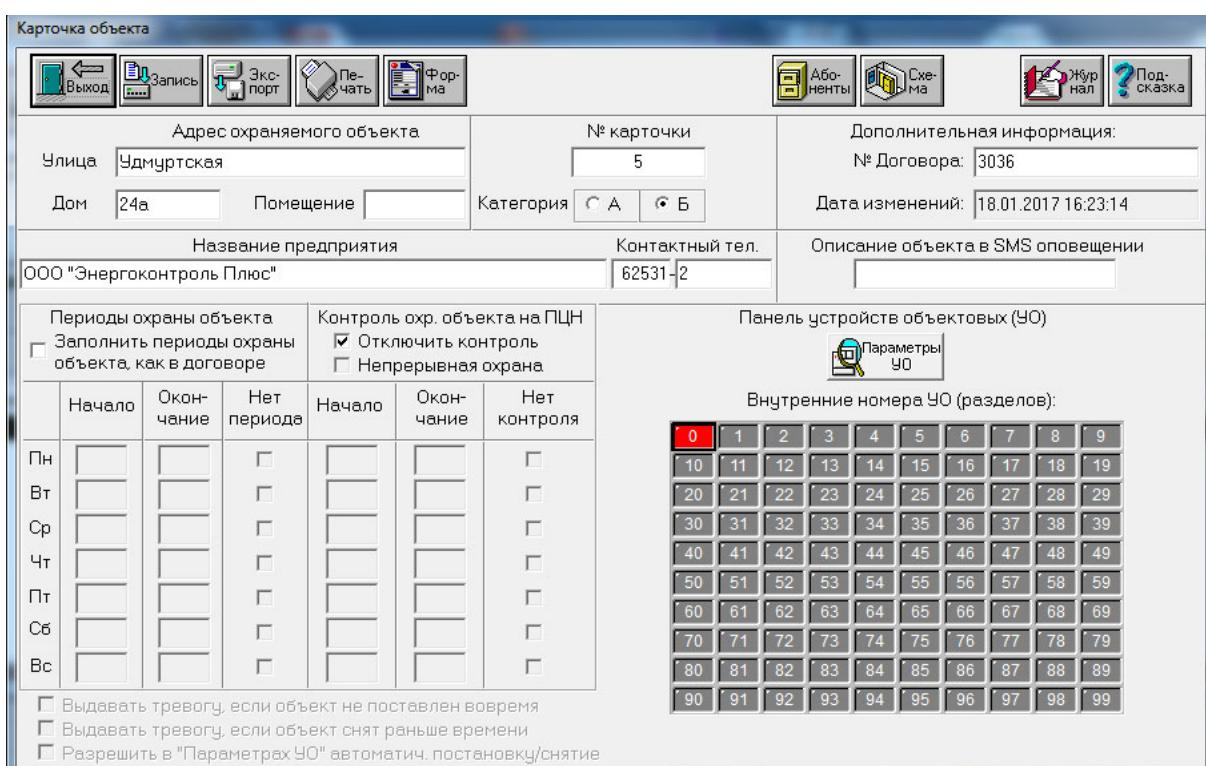

Рисунок 3. Окно «Параметры УОО».
9.1 В программе сервера ПЦН необходимо открыть заранее созданную карточку объекта. Откройте в карточке объекта окно «Параметры УОО» (Рисунок 3) и установите точно такую же конфигурацию шлейфов, как при программировании. Если имеются тревожные шлейфы, установите отметку «Контроль связи с КТС». Установите УОО на обслуживание в нужную ячейку ресурсов системы.